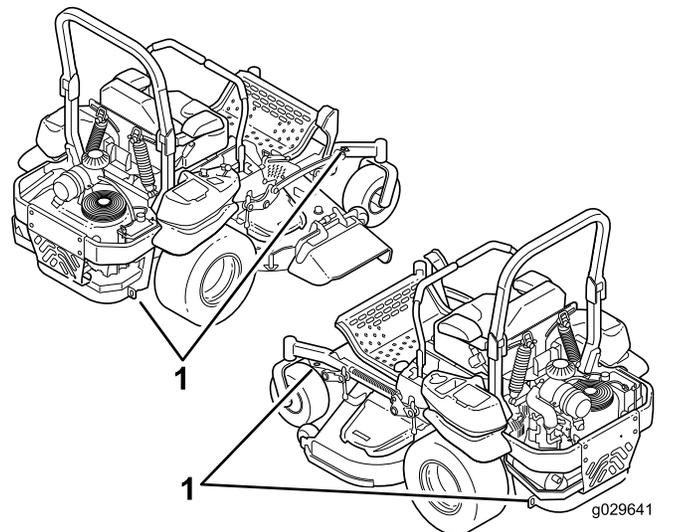

Figura 41
5. Utilice los puntos de amarre de la máquina para sujetarla firmemente al remolque o al camión con correas, cadenas, cables o cuerdas (Figura 41).